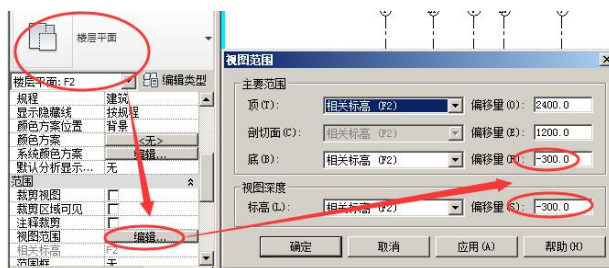

图 5-26 视图范围设置
- 在属性面板设置“视图范围”的“底”和“视图深度”为“-300”，点击“确定”（图 5-26）。